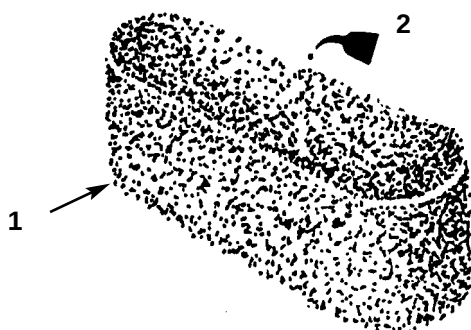

Fig. 30
- C. Kom 30 eller 60 ml olie på elementet (fig. 30). Tryk elementet sammen for at fordele olien.